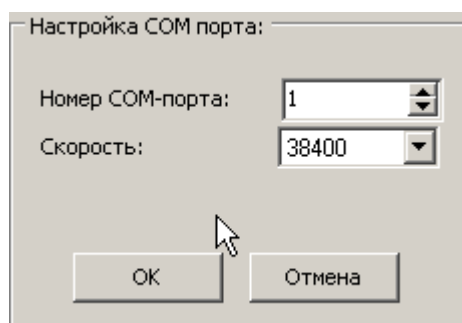

Рисунок 7 . Окно «Настройка COM порта», режим Эксперта
Режим Эксперта позволяет подготовленному пользователю производить настройку КСПД-5, не пользуясь Мастером настройки. При этом для начала процесса настройки прибора на инструментальной панели управления необходимо нажать кнопку 3 «Установки порта». В появившемся окне (рисунок 7) выбрать доступный COM – порт, к которому будет подключаться настраиваемый КСПД-5, установить требуемую скорость подключения. Для сохранения настроек нажать кнопку «ОК».
3. кнопка «Установки порта» (при нажатии на кнопку появляется окно «Настройка COM порта» (рисунок 7));
- на инструментальной панели управления программы выбрать кнопку 3 «Установки порта» (рисунок 7), в появившемся окне настроить параметры COM-порта, к которому подключен КСПД-5;